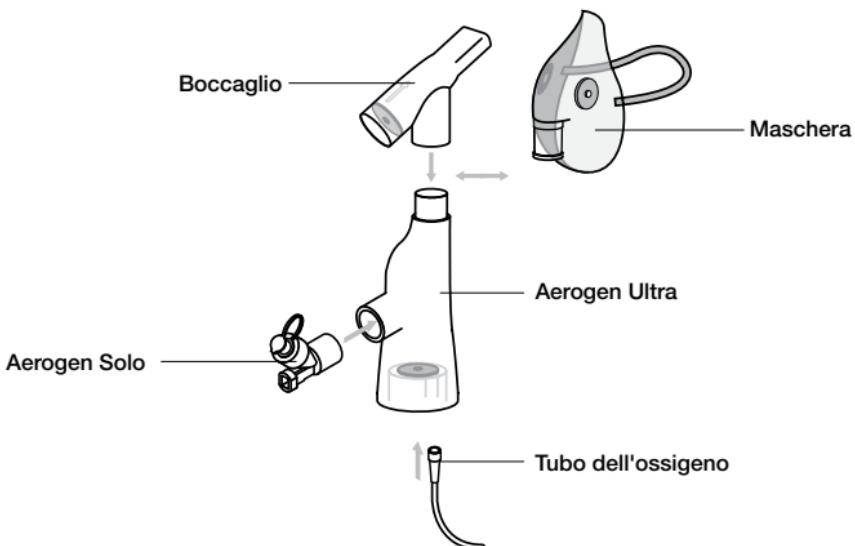

Figura 13. Montaggio dell'Aerogen Ultra
1. Inserire saldamente il nebulizzatore Aerogen Solo nell'Aerogen Ultra, orientandolo come mostrato in figura 13.